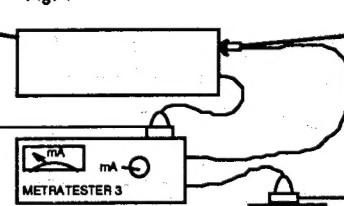

Fig. 2
Meßzeit $\geq 1 \text{ s}$ (Fig. 2)
Measuring time: $\geq 1 \text{ s}$, (Fig. 2)
Tempo di misura: $\geq 1 \text{ s}$ (Fig. 2)
- Aktionsradius der Antenne muß zwischen dem östlichsten und westlichsten zu empfangenden Satelliten festgelegt sein (auf Hindernisse im Schwenkbereich achten, wie Bäume, Wände). Siehe Abb. 2.